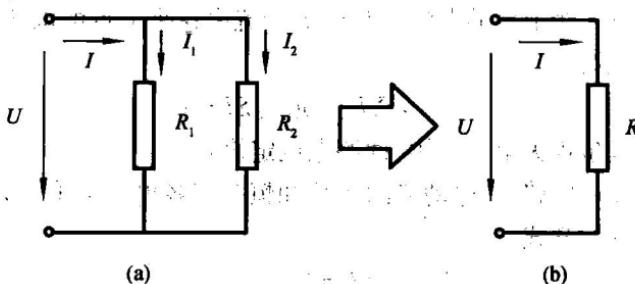

图 1-7 并联电路的性质
(2) 电阻的并联 两个或两个以上的电阻接在电路中相同的两点之间的连接方式叫做电阻的并联。如图 1-7 所示，图 a 是
两个或两个以上的电阻接在电路中相同的两点之间的连接方式叫做电阻的并联。如图 1-7 所示，图 a 是